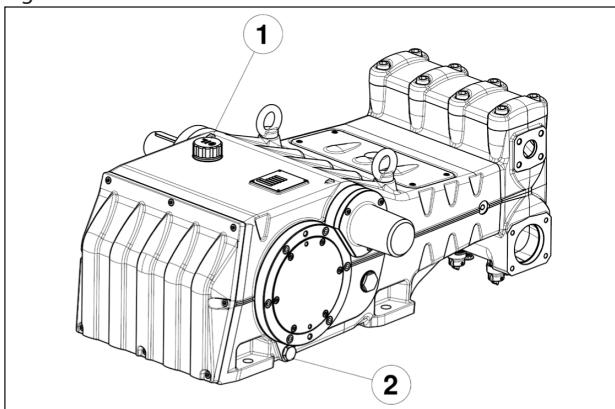

Fig. 1
Para retirar o óleo, é necessário remover o tampão de carga do óleo pos. ①, Fig. 1 e depois o tampão de descarga pos. ②, Fig. 1.